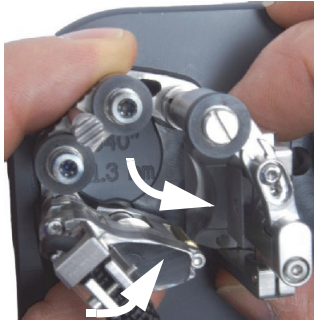

Figure 2-18 Rotation de la queue pour régler la position d'une configuration pour un petit tuyau
- c) Tournez l'assemblage du support de sonde vers l'extérieur pour permettre à la sonde et au sabot de placer dans le trou débouchant (voir la Figure 2-18 à la page 47).
- e) Tournez la queue vers l'intérieur, autant que possible, pour que sa roue soit positionnée le plus près possible du centre du trou de configuration (voir la Figure 2-18 à la page 47).